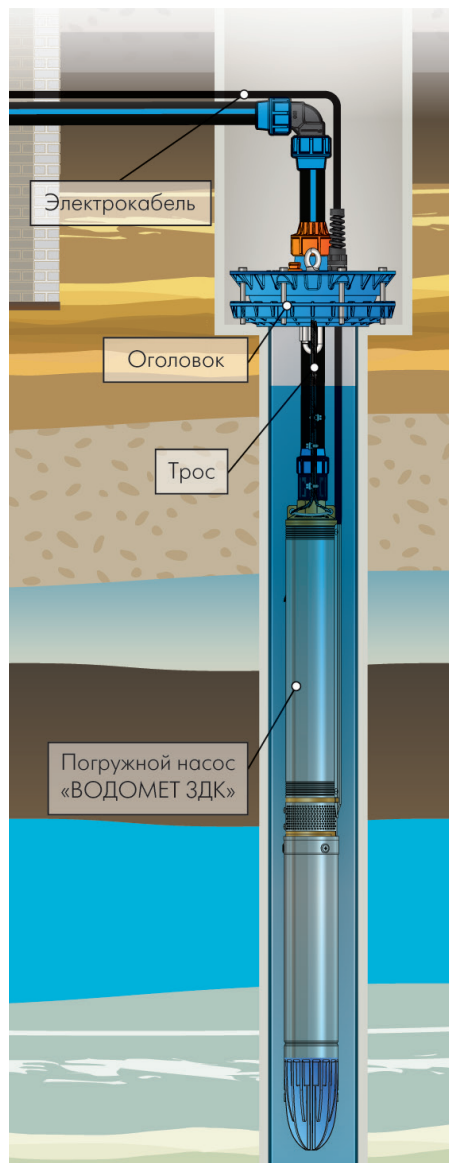

Рисунок 2
5.1. Монтаж насоса (рисунок 2)